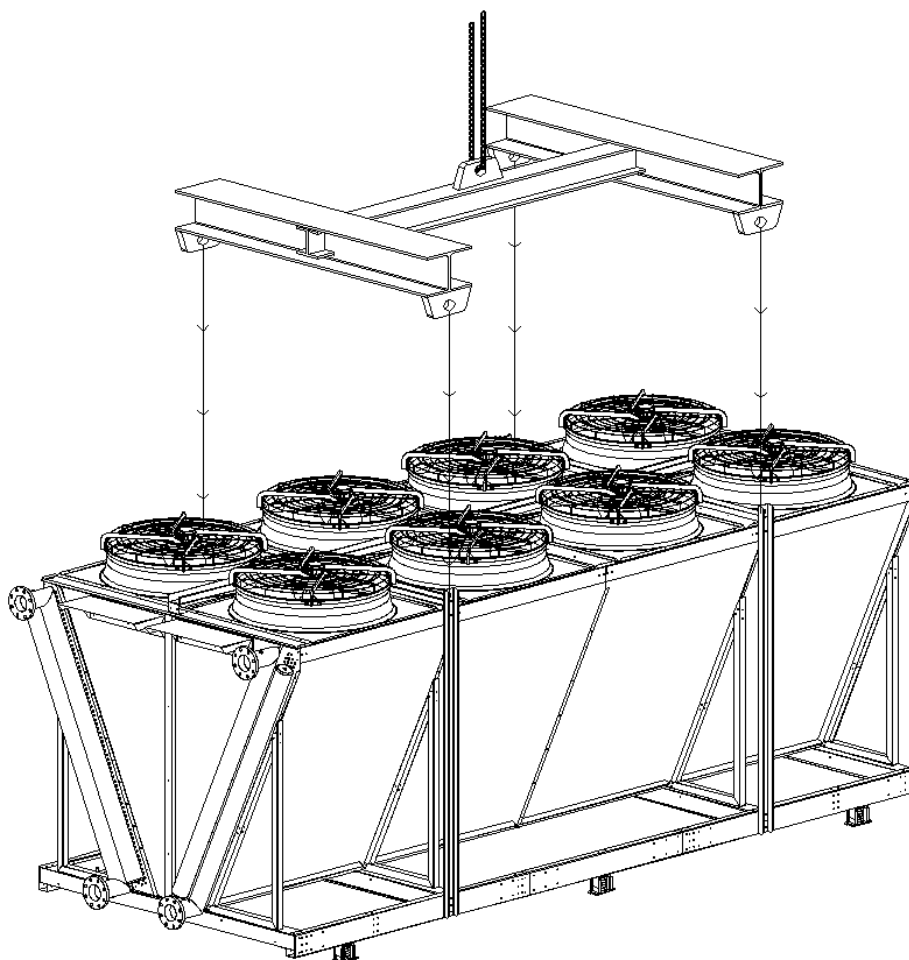
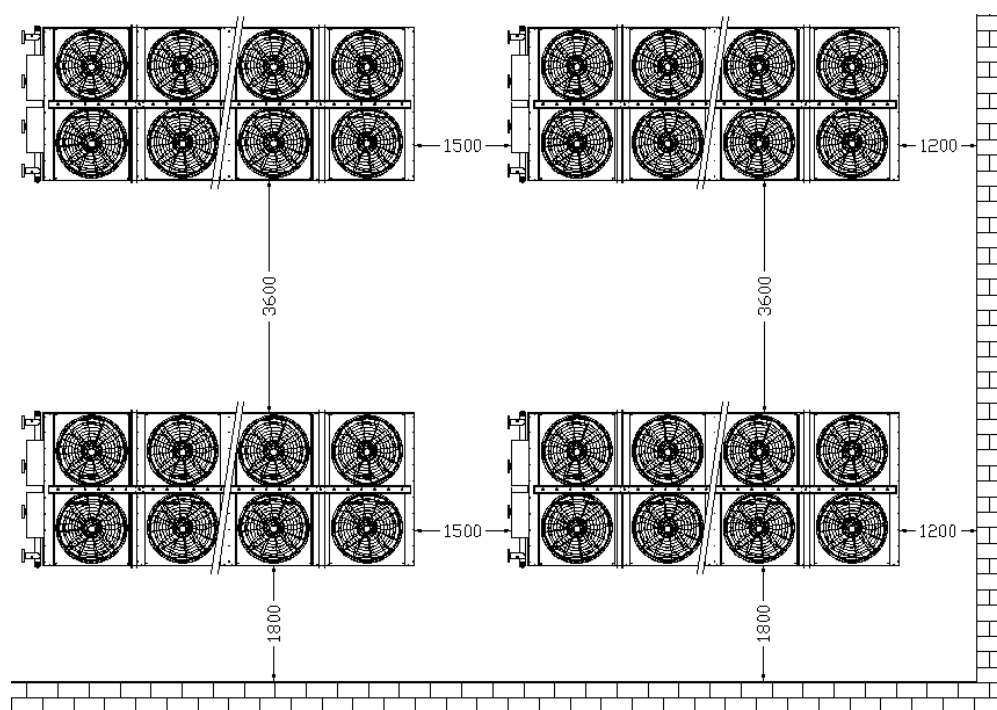

Рис. 4
Рис.5
- Сьерра SpA рекомендует осуществлять подъем с помощью подъемной балки соответствующей размерам и весу оборудования, убедившись, что анкерные стержни параллельны и подъем вертикальный (см. рисунок 4 и рисунок 5).